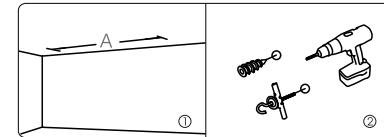

图 13
1. 用电钻在天花板钻两个大小及相对位置适合的孔，并且确定两个孔位形成的直线与墙面平行，在这两个孔内钉入两只螺旋挂钩（非配件）。（如图13）